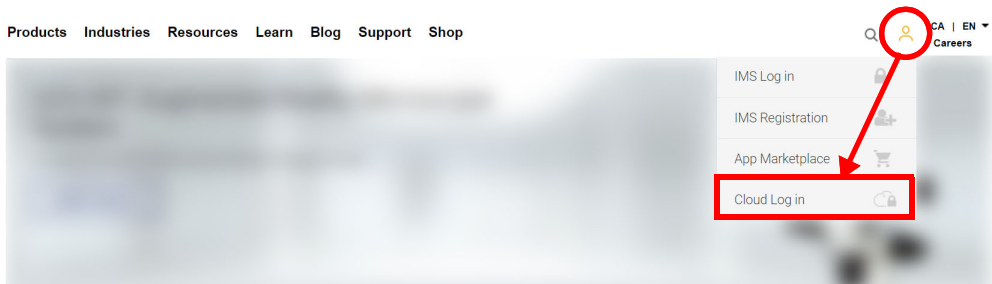

Abbildung 9-5 Cloud Log in (Cloud-Anmeldung)
- Wenn Sie ein neues Konto in der OSC erstellen müssen, rufen Sie die Website www.olympus-ims.com auf und klicken Sie auf **Cloud Log in**, um Ihr Konto zu erstellen (siehe Abbildung 9-5 auf Seite 226).